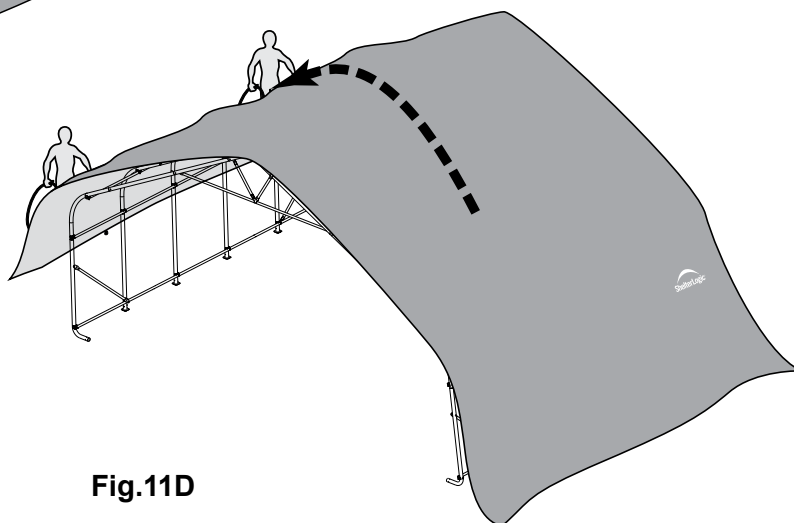

Fig.11D
**D.** Allez de l'autre côté de l'armature et placez la toile sur l'armature en tirant sur les cordes. Cette opération peut nécessiter deux personnes ou plus (fig. 11D).